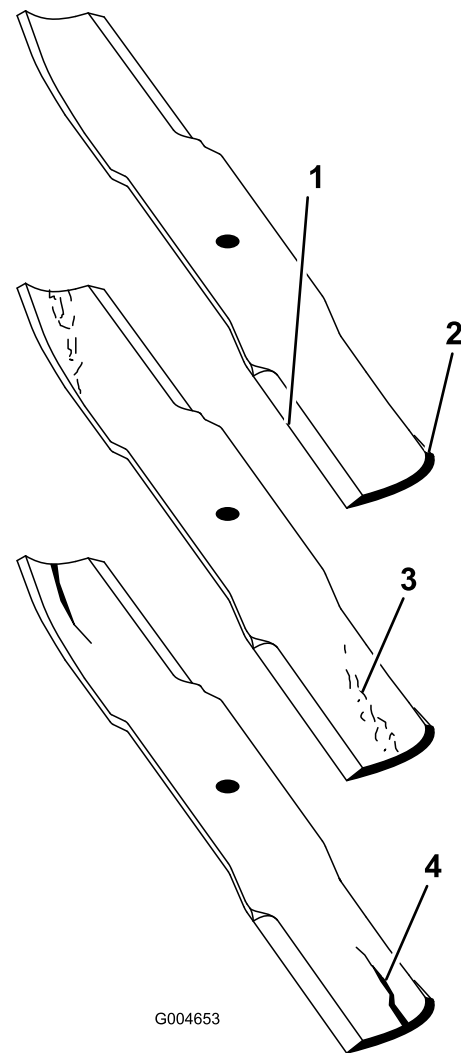

Bild 85
2. Prüfen Sie die Schnittkanten des Messers sorgfältig, insbesondere dort, wo die geraden Flächen die gebogenen berühren (Bild 85). Da Sand und anderes reibendes Material das Metall abschleifen kann, das die flachen und die gebogenen Teile verbindet, müssen Sie das Messer vor jedem Einsatz des Rasenmähers prüfen. Wenn Sie Abnutzungen (Bild 85) feststellen, sollten Sie das Messer auswechseln.
Wenn sich das Messer abwetzen kann, bildet sich ein Schlitz zwischen dem Windflügel und dem flachen Teil des Messers (Bild 85). Zuletzt kann sich ein Stück des Messers lösen und aus dem Gehäuse herausgeschleudert werden. Das kann zu schweren Verletzungen bei Ihnen selbst und Unbeteiligten führen.